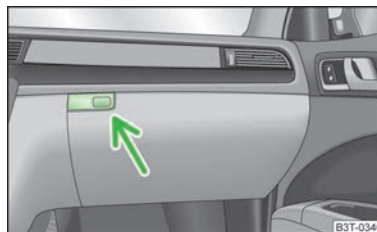

Fig. 87
- Pulsar la tecla » fig. 87, la tapa se abatirá hacia abajo.